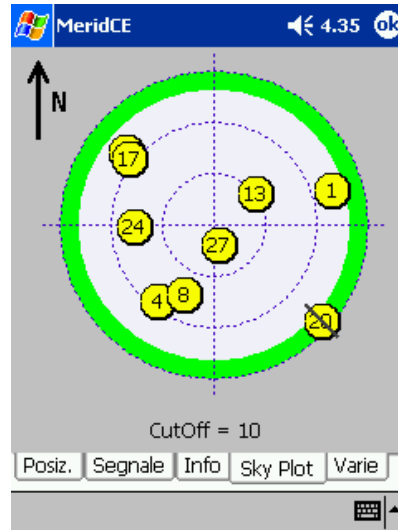

fig.45
- SKY PLOT:** indica la posizione dei satelliti sulla volta celesta (mappa del cielo)fig. 45